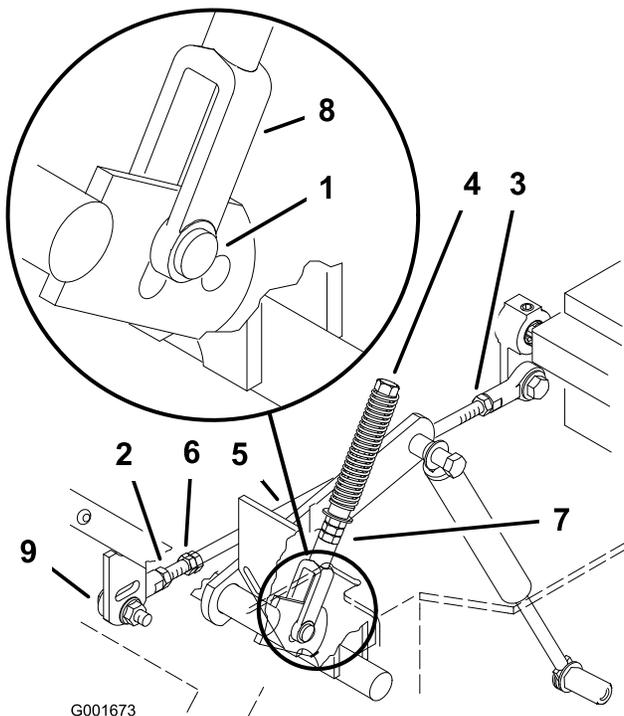

Figure 54
- Tirez ensuite le levier en arrière jusqu'à ce que l'axe de chape (situé sur le bras au-dessous de l'axe de pivot) touche l'extrémité de la fente (c.-à-d. commence juste à appuyer sur le ressort) (Figure 54).
8. Si un réglage s'impose, desserrez l'écrou et l'écrou de blocage vissés contre la chape (Figure 54).
10. Serrez l'écrou et l'écrou de blocage (Figure 54).